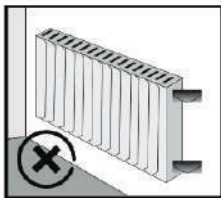

Figure 1
- Placez-le à au moins un (1) mètre de distance des sources de chaleur (cuisinière, radiateur, chauffage électrique, etc.) (Figure 1).